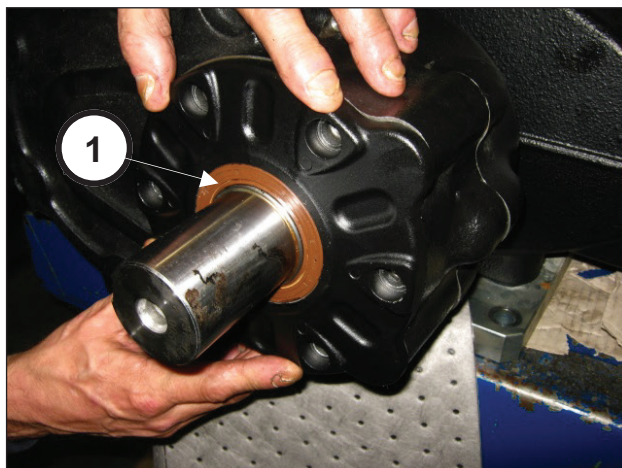

Рис. 87
Во избежание повреждения сальника соблюдайте особую осторожность при установке сальника на ведущую шестерню (поз. ①, Рис. 87).